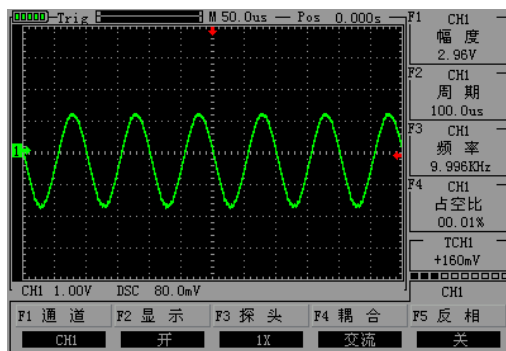

图2-5 耦合交流
- 按下“CH1” → “F4”选择设置到直流。交流和直流分量都被允许通过。波形显示如图2-5所示。